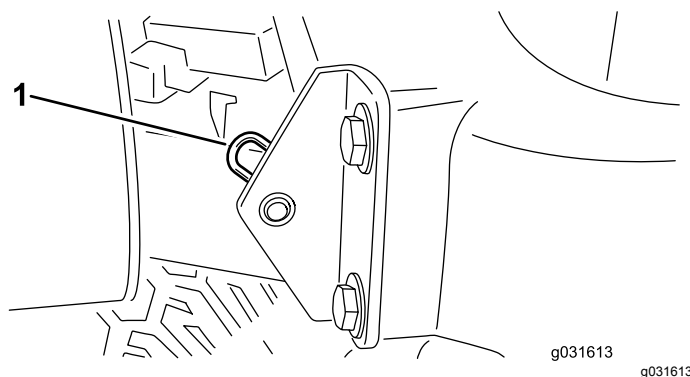

Figura 64
2. Tire o perno de gancho que fixa a articulação do capot aos suportes de montagem (Figura 64).